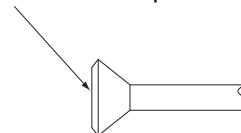

Рис. 14
- При обустройстве развальцованного соединения следует покрыть эфирным маслом только внутреннюю поверхность раструба. (См. Рис. 14)